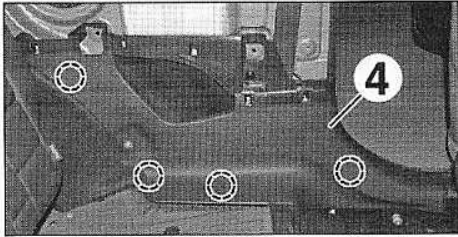

FIG.26
- la garniture inférieure de pied milieu (4) (Fig.26),
- la garniture inférieure de pied milieu (4) (Fig.26).